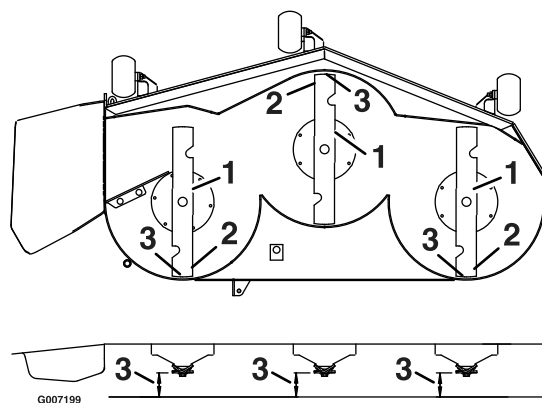

Figura 70
3. Girate con cautela le lame in modo che siano disposte longitudinalmente (Figura 70).
4. Misurate il valore dalla punta della lama anteriore e dalla punta della lama posteriore alla superficie piana (Figura 70). Se la punta anteriore della lama non è più bassa della punta posteriore della lama di 1,6